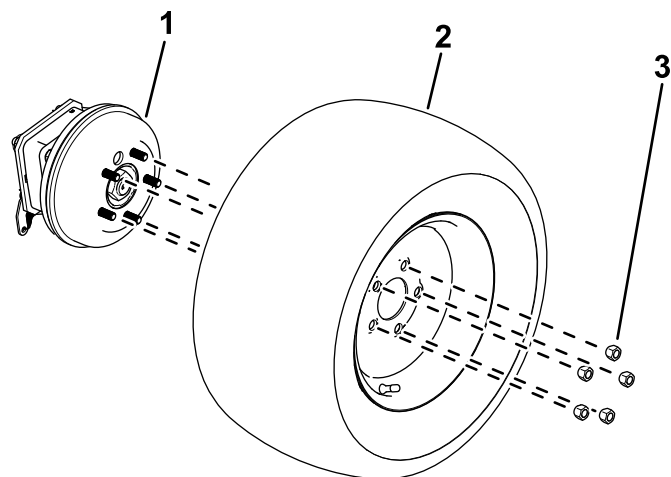

Figura 12
1. Desaperte e retire as porcas das rodas (Figura 12).
2. Rodas retiradas dos cubos da roda (Figura 12).
1. Utilize as porcas de roda anteriormente retiradas para prender os pneus aos cubos da roda (Figura 12).